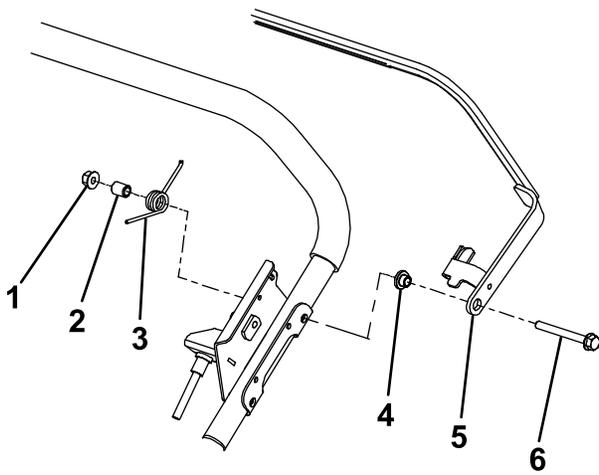
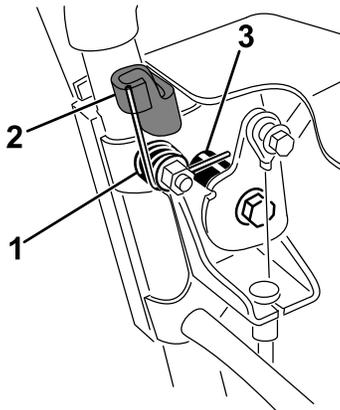

Рисунок 3
Рисунок 4
4. Установите левый конец штанги управления на кронштейн управления и штангу рукоятки с помощью болта с буртиком под головкой, втулки, торсионной пружины, проставки и фланцевой гайки (**Рисунок 3**). Проследите за тем, чтобы втулка была расположена между кронштейном управления и штангой управления и ориентирована, как показано на **Рисунок 3**. Установите изогнутый конец торсионной пружины в кронштейн штанги управления, а другой конец пружины – на ось поворота рычага тормоза (**Рисунок 4**).